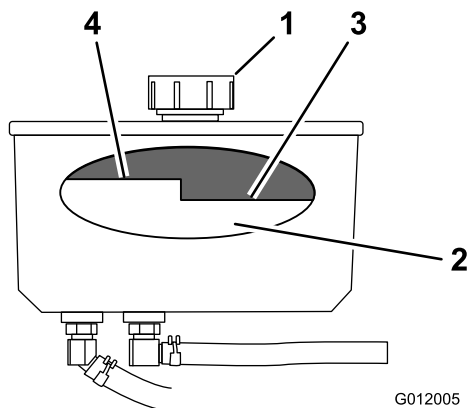

Figure 76
4. Nettoyez la surface autour du bouchon et du goulot de remplissage du réservoir hydraulique (Figure 76).
5. Retirez le bouchon du goulot de remplissage. Vérifiez le niveau d'huile à l'intérieur du réservoir (Figure 76).
Remarque: Lorsque l'huile est chaude, elle doit atteindre le haut du repère "à chaud" sur le déflecteur (Figure 76).